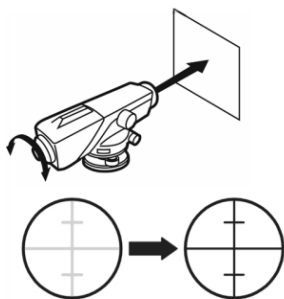
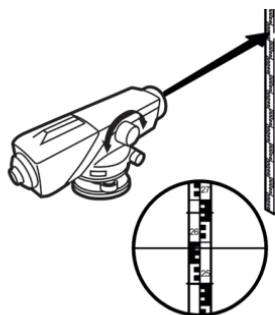

Рис. 3
Рис. 4
Наведите прибор на яркую поверхность или рейку. Вращением окуляра зрительной трубы (2) добейтесь четкого изображения сетки нитей (рис. 3). Затем вращением фокусирующего винта (5) добейтесь четкого изображения и отсутствия параллакса, то есть такого положения, при котором при смещении глаза вверх и вниз перед объективом, изображение рейки и сетки нитей не смещаются относительно друг друга (рис. 4). Это важное условие для снятия точных отсчетов.